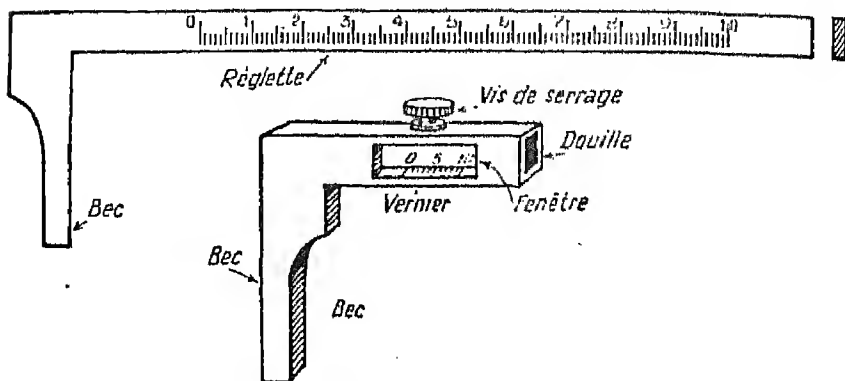

Fig. 1. — Règlette d'un pied à coulisse.
2. Décrivez la réglette d'un pied à coulisse (on vous aidant de la figure 1 si vous n'en avez pas). Comment est-elle graduée ?
rigide, sur laquelle glisse une coulisse. Chacune de ces pièces porte un bec à angle droit (fig. 1).